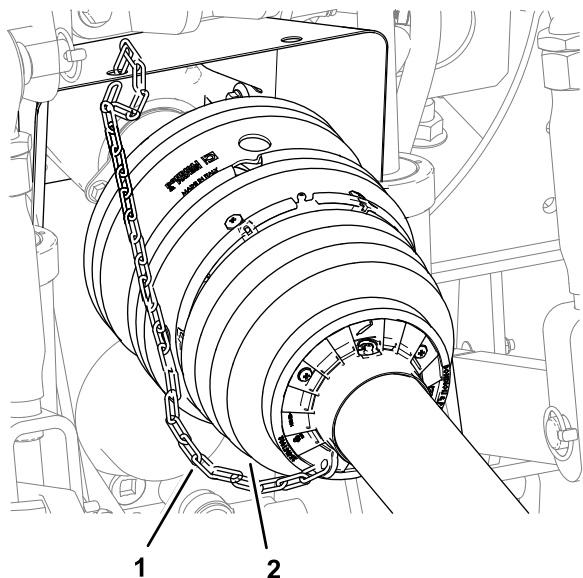

Рисунок 17
5. Убедитесь, что между передним ограждением вала механизма отбора мощности и неподвижной частью буксирного автомобиля установлена ограничительная цепь (Рисунок 17).